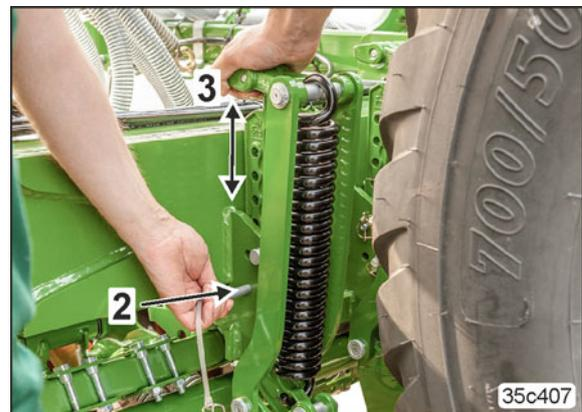

Рис. 198
3. Разблокируйте палец (Рис. 198/2), удерживайте следорыхлитель за ручку (Рис. 198/3), извлеките палец и установите требуемую рабочую глубину.
4. Вставьте палец (Рис. 198/2) и застопорьте его пружинным фиксатором.